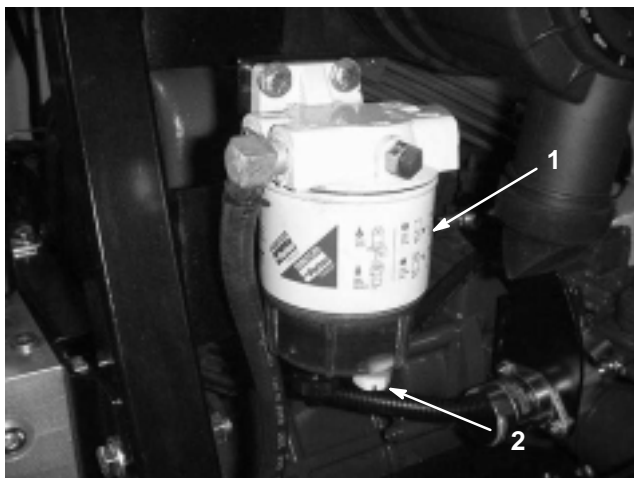

Figure 33
Vidangez chaque jour l'eau ou autres impuretés qui se trouvent dans le séparateur d'eau (Fig. 33).
2. Dévissez le bouchon de vidange en bas de la cartouche du filtre (Fig. 33). Revissez le bouchon quand la vidange est terminée.